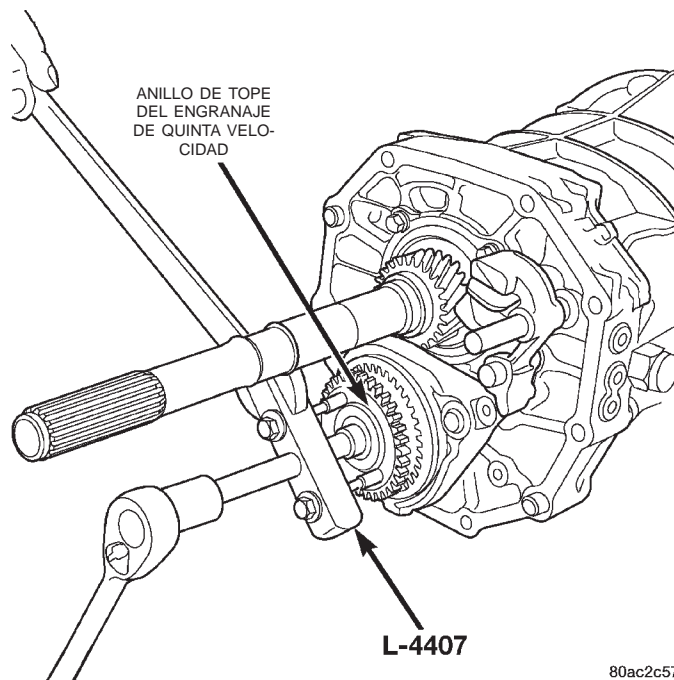

Fig. 52 Desmontaje del anillo de tope del engranaje de quinta velocidad
(4) Retire el anillo de tope de quinta velocidad del conjunto del árbol intermedio, mediante el extractor L-4407 (Fig. 52).